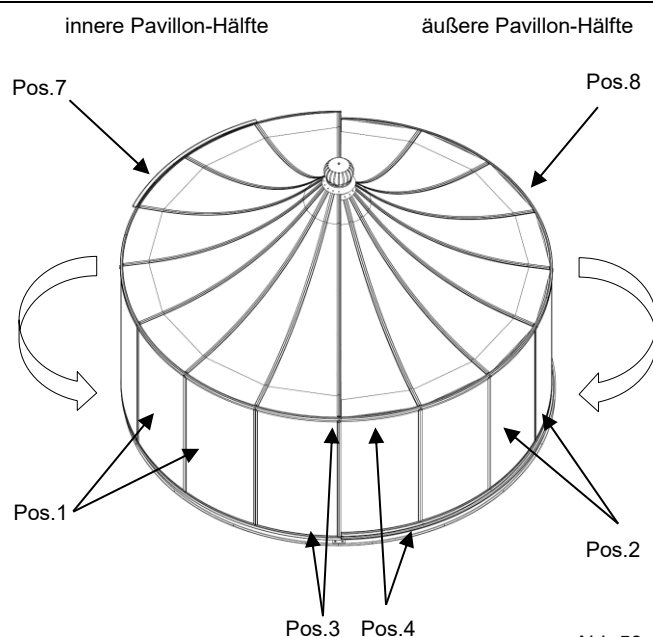

Abb.53
- innere Pavillion-Hälfte mit Dichtungen im Innenraum bestücken. (Abb.53)